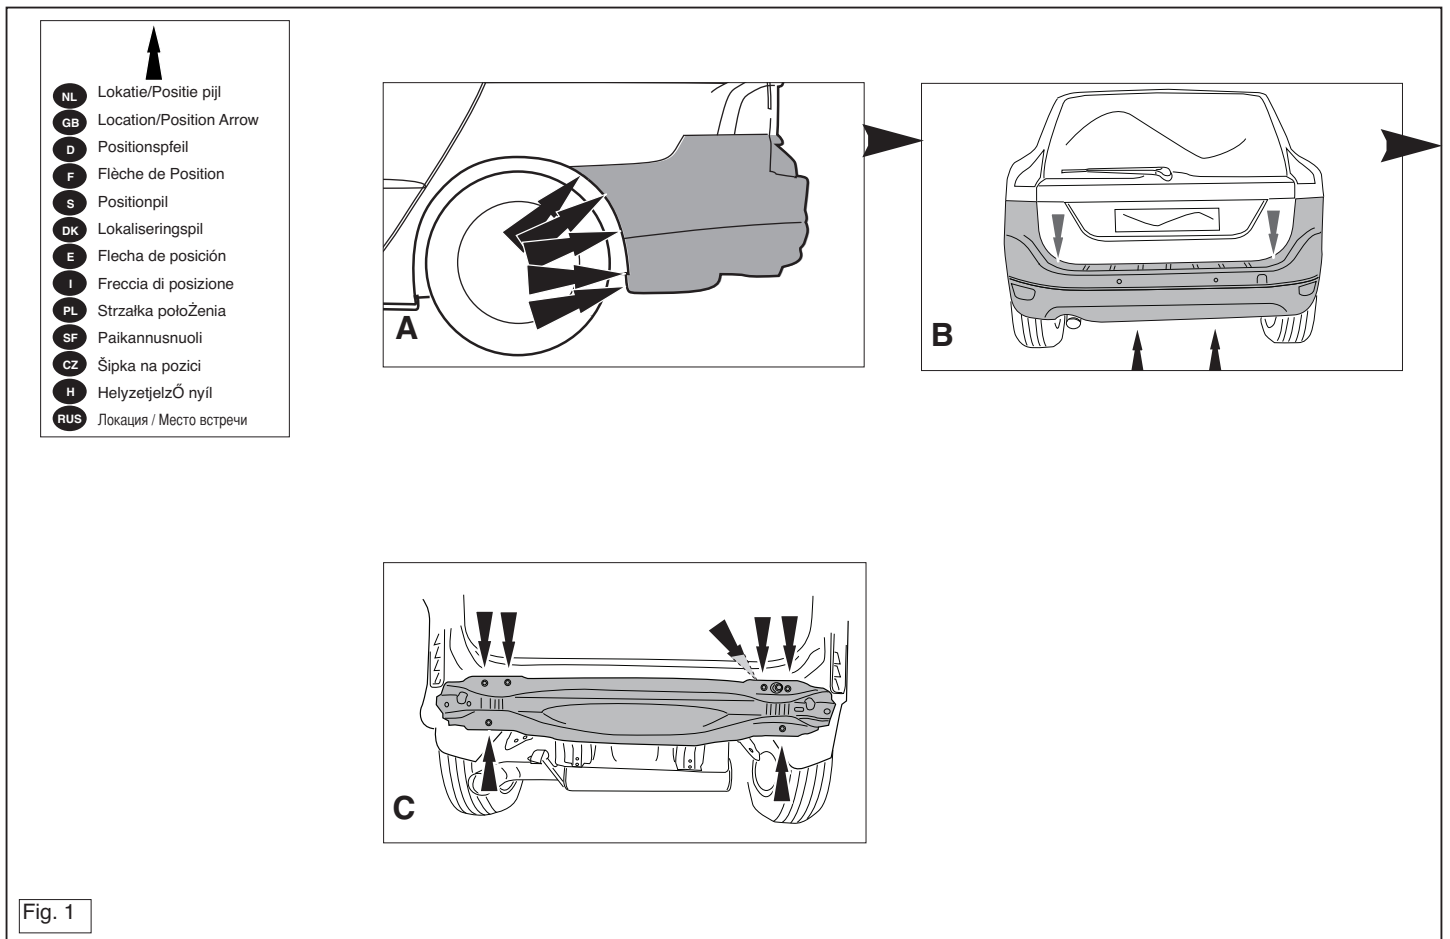

Fig. 1
1. Снять бампер вместе со стальными брызжниками автомобиля. (См. рисунок 1).
1. Remove the bumper and the steel buffer beam from the vehicle. See figure 1.
1. Die Stoßstange einschließlich des stählernen Stoßbalkens vom Fahrzeug abmontieren. Siehe Abbildung 1.